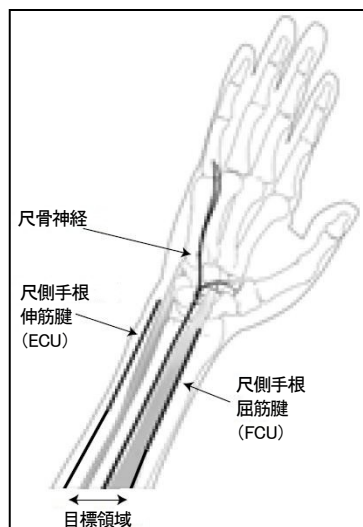

図1. ECU 及び FCU 間の目標領域
- b. ECU 及び FCU をマークする(図 1)。ECU 及び FCU 間の領域が目標領域を意味する。